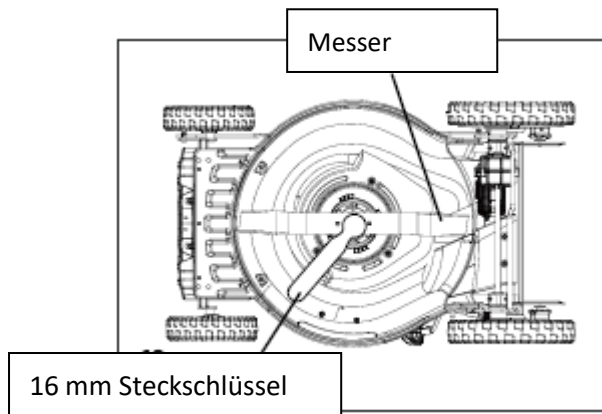

Abb. 14
- Entfernen Sie anschließend das Messer vorsichtig (siehe Abb. 14 & 15).